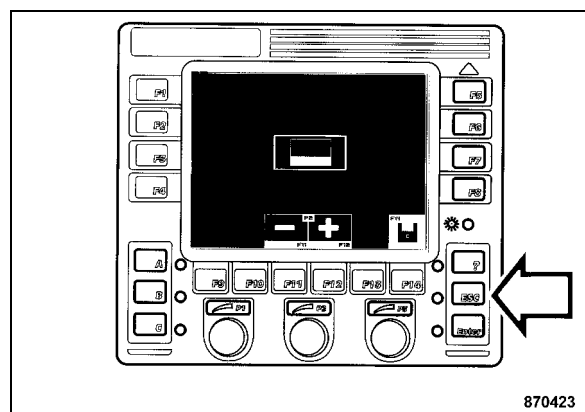

Fig. 100
- Pulsar la tecla "ESC" (Fig. 100) para volver a la pantalla inicial.